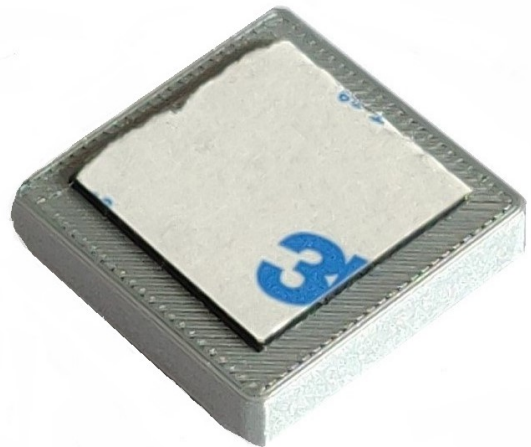

Abb. 9: Klebepad auf Spiegelplatte
- (10) Kleben Sie das **KLEBEPAD (20MM X 20MM)** auf der gegenüberliegenden Seite mittig auf die Spiegelplatte (Abbildung 9).